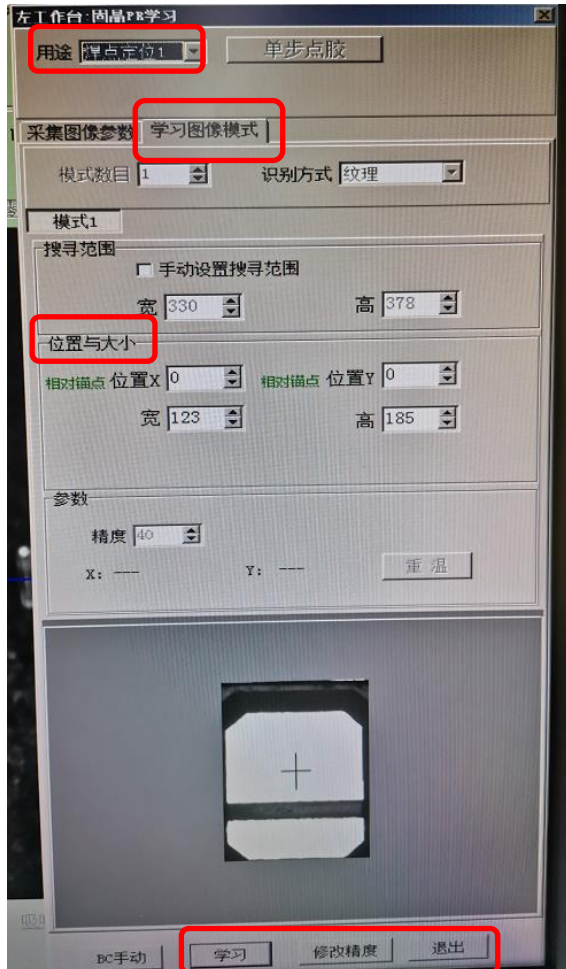

图 5-9 焊点定位 1 页面
4) 选择“**焊点定位 1**”，点击左下角“PR 学习（F2）”，在左侧窗口（如图 5-9 所示）出现“学习图像模式-位置与大小-宽/高”，滚动鼠标的滑轮调节定位框的宽和高框住支架，可以改变定位框的宽和高，然后在右下角点击“学习”、“修改精度”，点击“退出”，随后在弹出页面点击“自动校验”后点击“确认”。